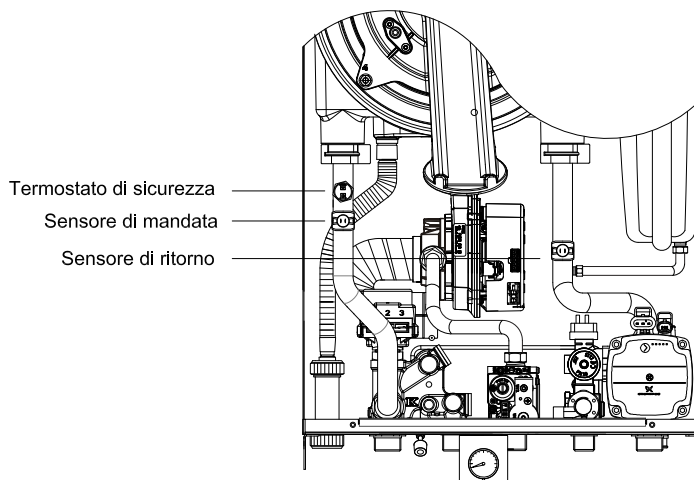

Fig. 35
7.13 - SOSTITUZIONE SENSORI RISCALDAMENTO (Fig. 35)
7.14 - SOSTITUZIONE TERMOSTATO LIMITE (Fig. 35)